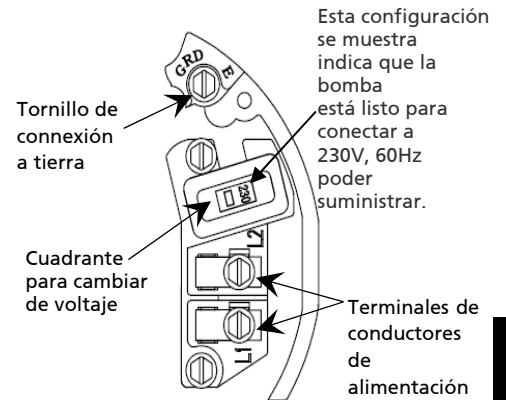
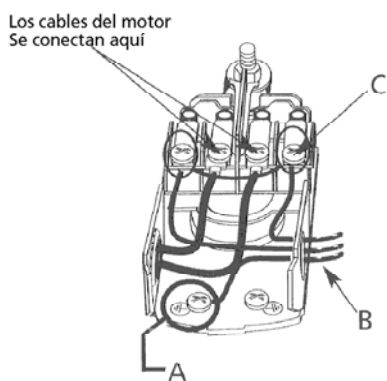

Figura 13- Voltaje Establecido en 230 Voltios, Con Cuadrante
Figura 14- Voltaje Establecido en 230 Voltios, Con Cuadrante
Su motor la tabla terminal (ubicó bajo la cobertura final motriz) debe parecerse al uno en Figura 13.
2. Seleccione el ARRIBA posición de perilla para 115V o ABAJO posición para 230V, hasta que 115 o 230 mostrado en la ventana de esfera (vea Figura 13).
Proteja corriente llevar y conductores de base de cortes, de la grasa, del calor, del petróleo, y de las sustancias químicas. Al reemplazar el motor, el cheque que alambra esquema en el letrero con nombre motriz contra esquema, ve Figura 13 en la página 15. Si ellos no son el mismo, siguen el esquema en el motor, ve Figura 14.
1. Conecte el cable de toma de tierra primero como mostrado en la Figura 13 en la página 14. El cable de toma de tierra debe ser un alambre sólido de cobre por lo menos tan grande como los alambres de alimentación.
4. Conecte los alambres de alimentación al interruptor de la presión como mostrado en la Figura 14.